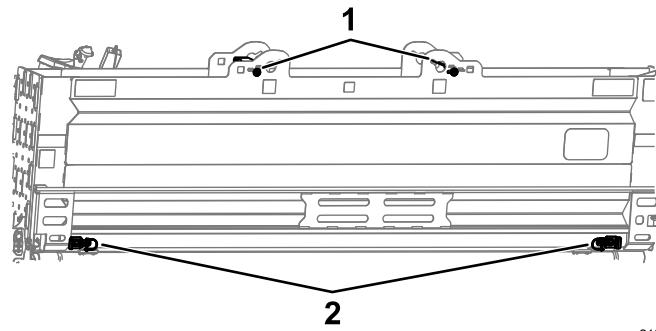

Figure 52
2. Vérifiez que les sangles supérieures et les goupilles inférieures du porte-tiges sont en place (Figure 52).